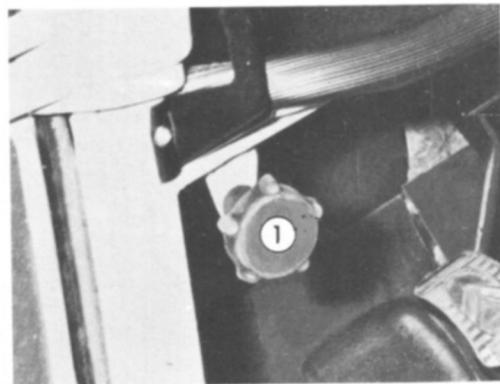

Fig.31 - Regolazione dei proiettori durante la marcia
- *Regolazione durante la marcia* (Fig.31):